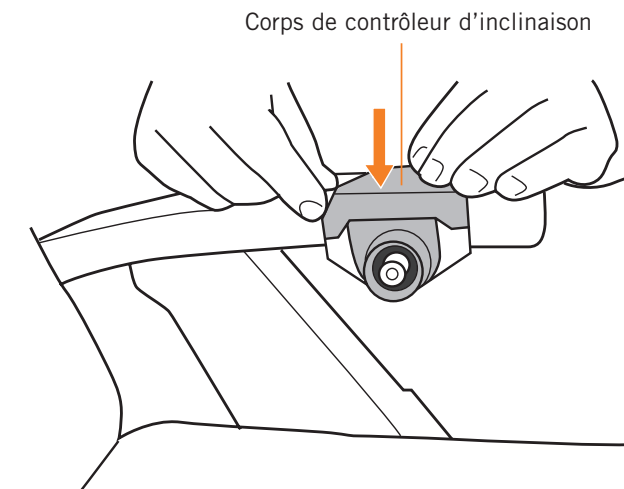

Fig.2
3. **PC-600/610:** Placez le boîtier en position sur l'accoudoir gauche, comme illustré (Fig.2).